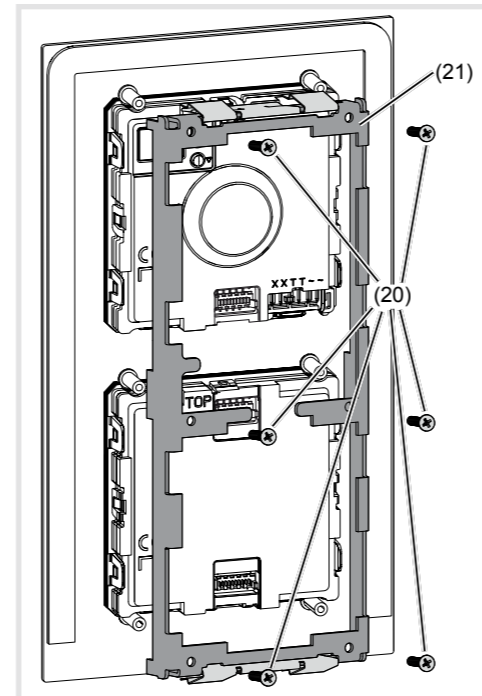

Bild 16: Demontage Modul-Halterung
- Anschluss-Klemmenblock (12) am Audioeinsatz abziehen.
- Schrauben (20) der rückseitigen Modul-Halterung (21) mit einem Schraubendreher lösen und die Modul-Halterung abnehmen (Bild 16).